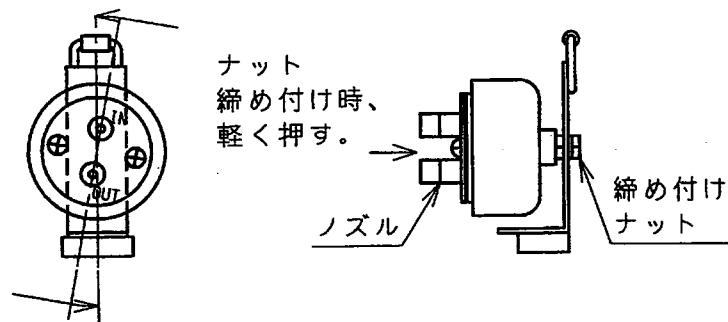

図7.4 ダイヤフラム組みの取り付け方
- ・ダイヤフラム取り付けにあたり、振動板の中心線とダイヤフラムのノズルを結ぶ線を矢印のように重ねる。(図7.4参照)